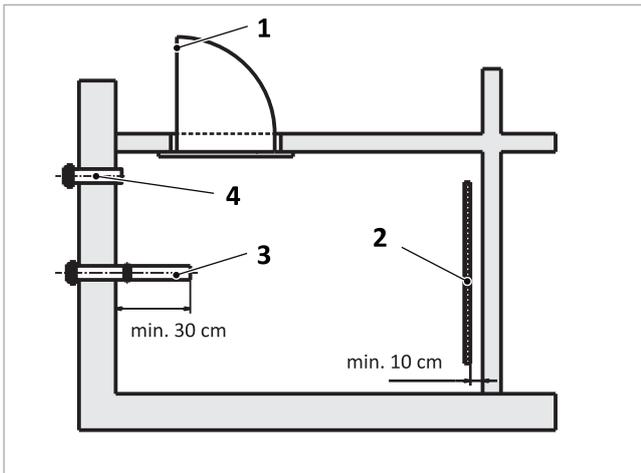

Abb. 112: Pelletlageraum – Ansicht von oben
→ Abb. 112 zeigt die Anordnung des Lagerraumzubehörs. Die Anschlussstutzen bestehen aus einem Einblasstutzen (3) und einem Abluftstutzen (4). Beide sollten bevorzugt ins Freie geführt werden, damit die bei der Lagerung entstehenden Gase entweichen können. Die Türschiene (1) halten Holzplanken vor der Türöffnung, die die Last der Pelletschüttung aufnehmen. Eine Prallschutzmatte (2) muss gegenüber des Einblasstutzens so angebracht werden, dass der Pelletstrahl sie voll treffen kann.